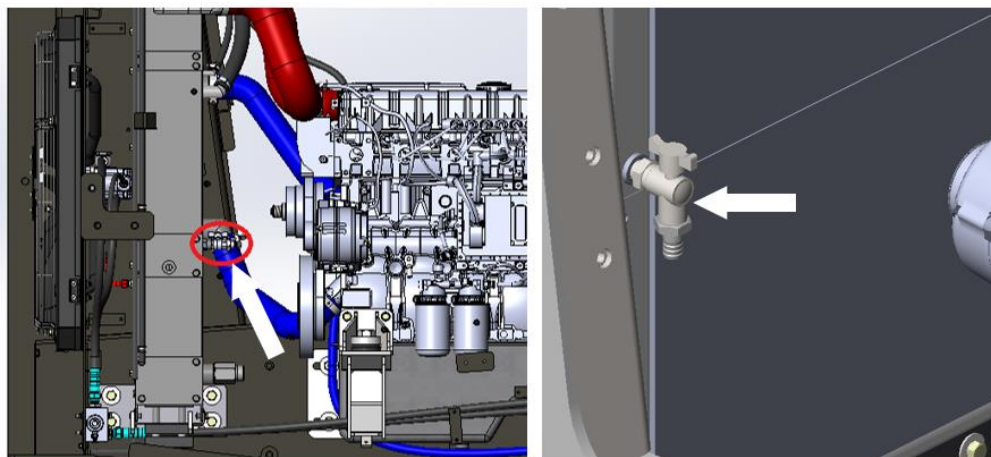

Рисунок 3.90. Кран для слива охлаждающей жидкости с радиатора
- Открыть кран, слить охлаждающую жидкость с блока радиатора рис. 3.90.
► Закрывать кран на радиаторе системы охлаждения двигателя рис. 3.90.